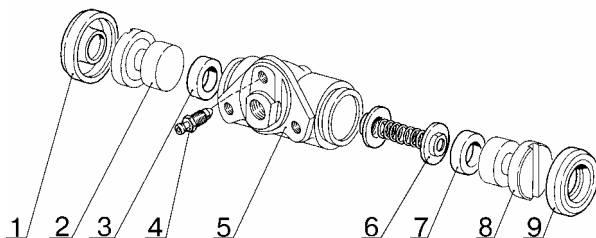

Рис.26.
12.2 Разобрать цилиндр заднего тормоза, 2101-3502040-10, рис. 26: